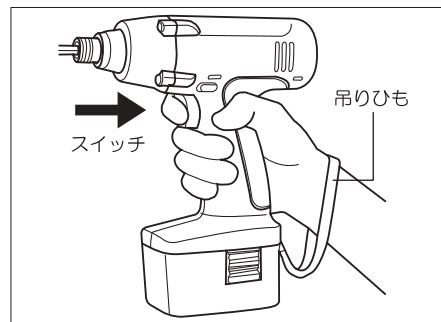

図6
- ①回転方向の切換えは、正逆切換えスイッチを押します。
- ②Ⓡスイッチを押して正回転(本機後方から見て右回り)です。
- ③Ⓛスイッチを押して逆回転(本機後方から見て左回り)です。
- ☞ 作業中は落下防止のため、吊りひもに手を通してご使用してください。(図6参照)